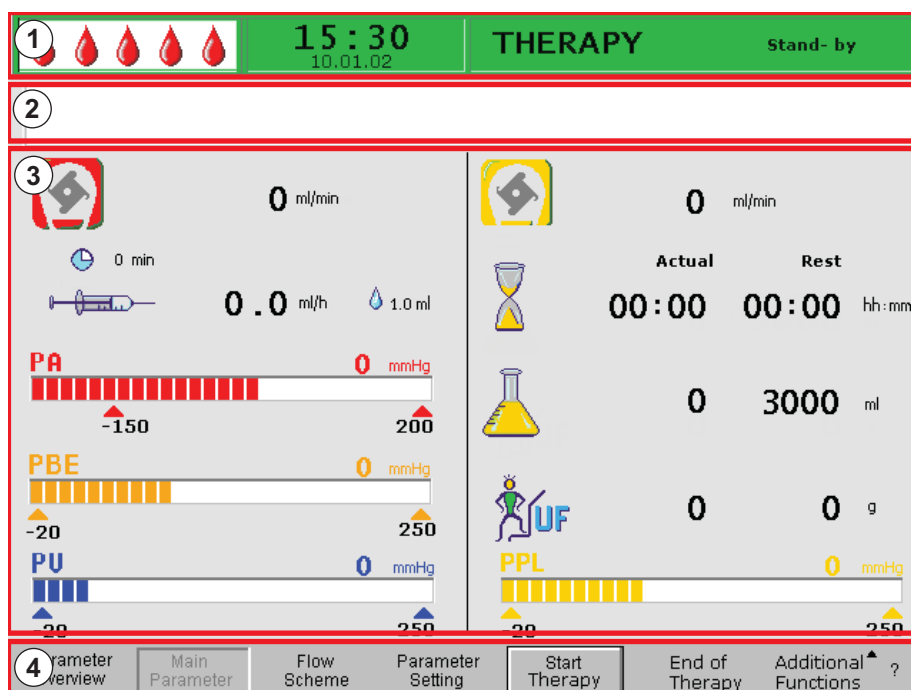

Рис. 2-10 Компоновка монитора
Строка состояния (Рис. 2-10 , ①) указывает:
При подаче сигнала тревоги, изображение на экране автоматически переключается на схему потока. В строке тревоги/замечаний отображается соответствующее сообщение (Рис. 2-10 , ②).